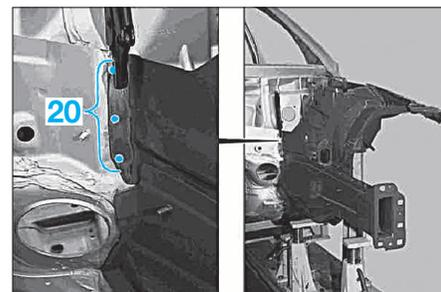

FIG. 20
- Souder à la pointeuse électrique par points le demi bloc dans la zone (20) (Fig.20).